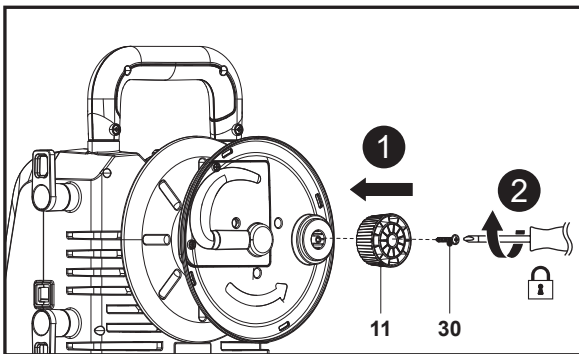

Fig. 3
1. Alinee el orificio de montaje del mando del enrollador de manguera (11) con su soporte en la máquina y, a continuación, utilice un destornillador de estrella adecuado (no suministrado) para fijar la conexión con el tornillo (ST4.8 x 16) (30) (Fig. 3, pasos 1 y 2).